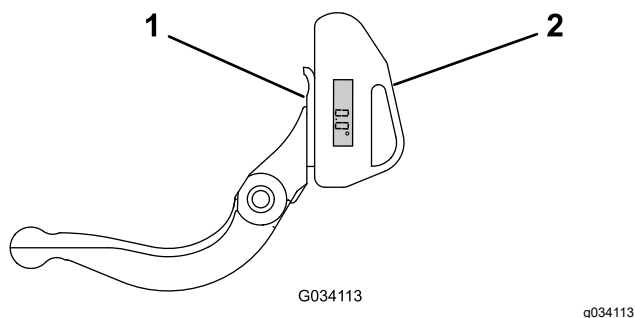

Figure 30
1. Placez l'indicateur d'angle sur la face inférieure de la contre-lame, comme montré à la Figure 30.